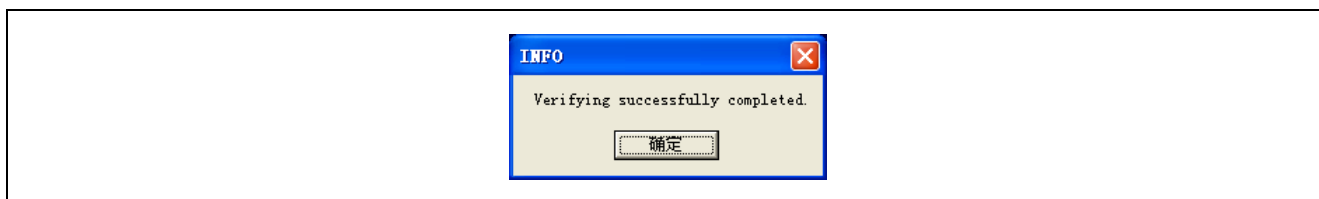

图 2.27 校验完成信息
- 5) 校验完成后，将显示如图 2.27 所示的消息界面。